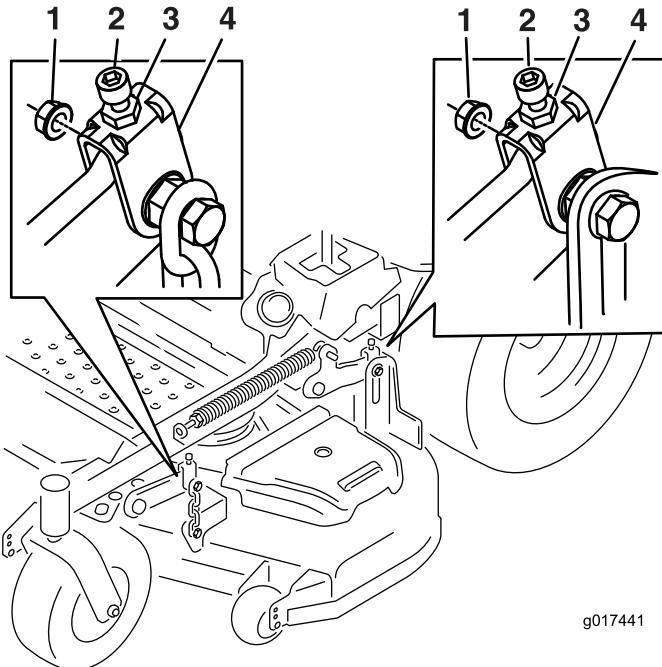

Figura 71
- 10. Se necessario, allentate il dado whizlock sul lato della forcella e il controdado sulla parte superiore. Mettete a punto il regolatore a vite girandolo fino a guadagnare un'altezza di 7,6 cm (vedere Figura 71).
16. Mettete a punto il regolatore a vite girandolo fino a guadagnare un'altezza di 83 cm (Figura 71).